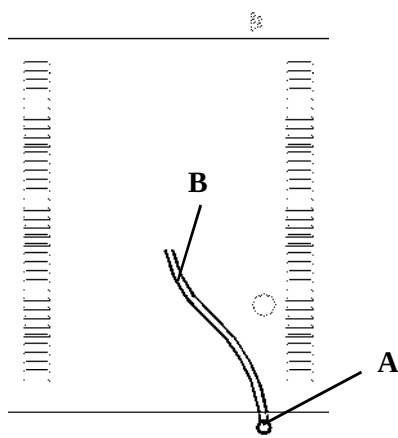

fig. 20
- During a normal wash programme, check the drain hose outlet **(A)** of the bearings box **(B)** for leaks (**fig. 20**). This hose is visible at rear of the washer's lower frame.
- Durante un programa normal de lavado, comprobar que no se aprecian pérdidas de baño por el extremo **(A)** del tubo de drenaje de la caja de rodamientos **(B)** (**fig. 20**). Este tubo es visible en la parte inferior posterior de la lavadora.
- Durant un programme normal de lavage, vérifier que la machine ne perd pas d'eau par l'extrémité **(A)** du tuyau de vidange de la boîte à roulements **(B)** (**fig. 20**). Ce tuyau est visible à la partie inférieure arrière de la machine.